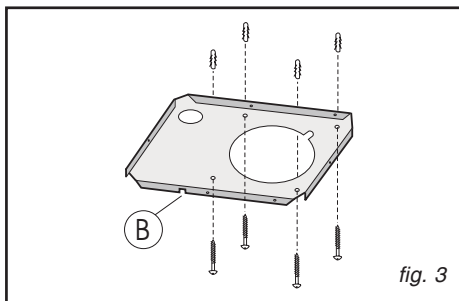
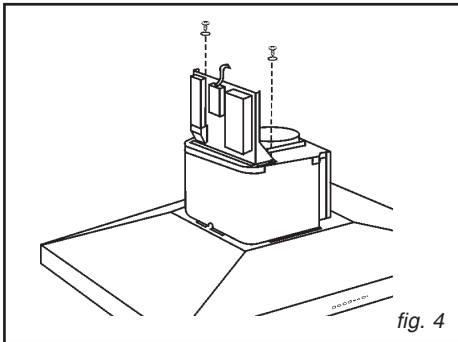

fig. 3
fig. 4
- Fastgør rørholderen til loftet vha. af de medfølgende skruer og rawlplugs (Fig. 3); vær opmærksom på at placeringen af rørholderen bestemmer den endelige placering af apparatetsiden med det splejsede øje B svarer til den modsatte side i forhold til betjeningsudstyret. Monter pladen til det elektriske anlæg og fastspænd den med 2 skruer og 2 skiver (Fig.4).